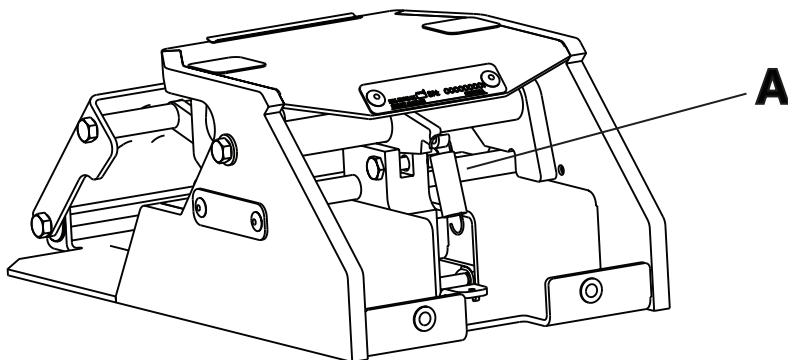

Figura 17 – Lubrificante del dispositivo di ancoraggio
2. Spruzzare del lubrificante **Tri-Flow™** con **Teflon®** (6082-199-012) sull'area indicata in basso (A) (Figura 17).